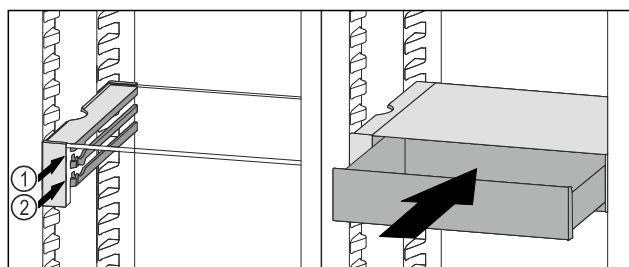

Fig. 182
- ▶ A VarioSafe-fiókot az ütközők mögött helyezze a kívánt bordára a Fig. 182 (1) vagy Fig. 182 (2) szerint.